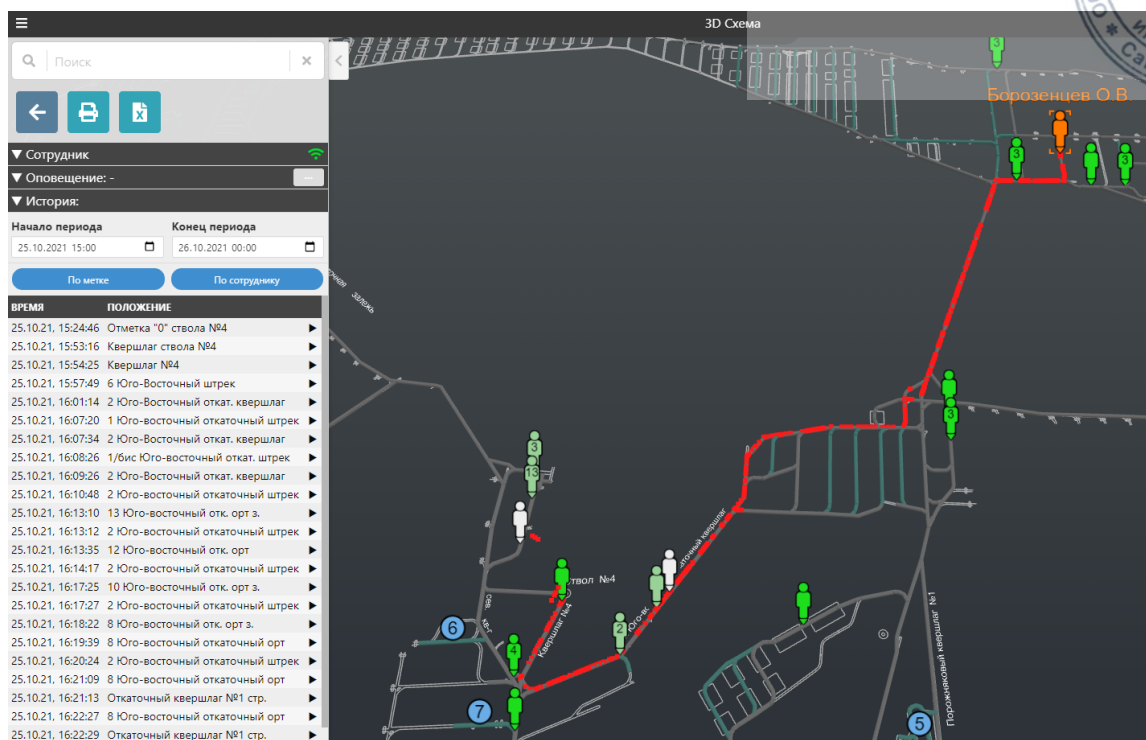

Рисунок 17- История перемещений.
2.8.2.2. Поля «Начало периода» и «Конец периода» позволяют задать временной диапазон для просмотра истории. Если поля не заполнены, по умолчанию выводится история за последнюю смену. В табличной части показана история с указанием зоны и временем входа в данную зону (рисунок 17). При нажатии на каждую зону камера сфокусируется на выбранной точке на карте. На схеме маршрут перемещения сотрудника отображается красными точками.